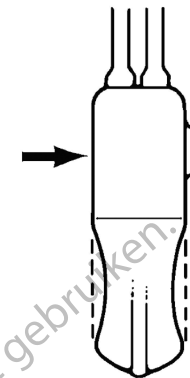

Figura 4-43. Metoda bețișorului cu vată pentru urechi
2. Luați un bețișor cu vată pentru urechi și aplicați presiune în zona aflată direct în spatele butonului de dezactivare. **(Figura 4-43)**